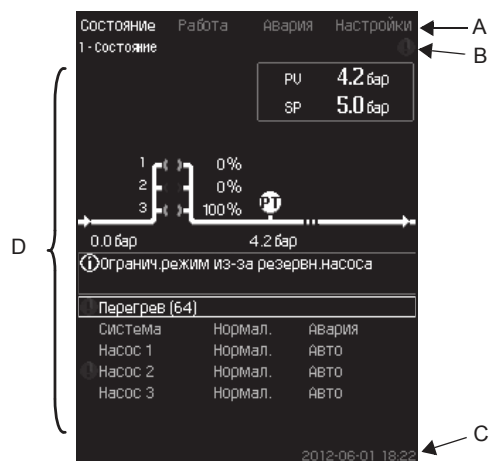

Рис. 10 Структура дисплея
Строка меню (A) представлена на рис. 10.
Верхняя строка (B) представлена на рис. 10. На рисунке показано следующее: